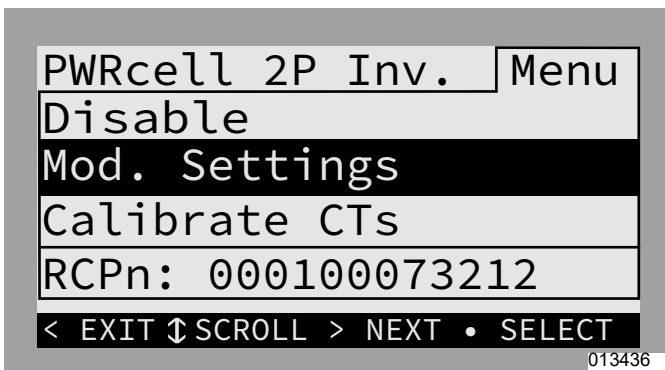
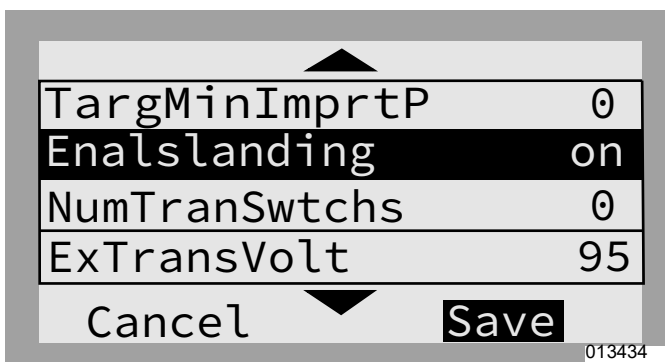

Figure 7-17. PV + stockage – Habitation partielle (1 de 2)
Figure 7-18. PV + stockage – Habitation partielle (2 de 2)
- Voir Figure 7-17 et Figure 7-18. Paramètre Mod. Settings (Modifier paramètres) de l'onduleur :